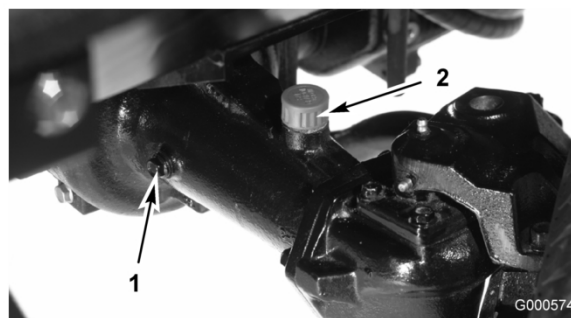

Figura 44
2. Retire un tapón de verificación de un extremo del eje (Figura 44) y asegúrese de que el lubricante llega al borde inferior del orificio. Si el nivel es bajo, retire el tapón de llenado (Figura 44) y añada suficiente lubricante para que el nivel llegue al borde inferior de los orificios de los tapones de verificación.